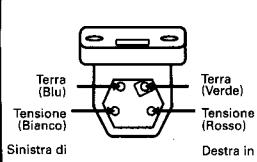

Fig.2
(2) **Collegamenti.** Gli spinotti di contatto sono classificati a seconda del colore, in accordanza con l'Internazionale Standard Colour Code (Codice Internazionale Standard dei Colori). Collegate i cavi di presa (quattro) ai corrispondenti spinotti sulla testina (vedi fig. 2).